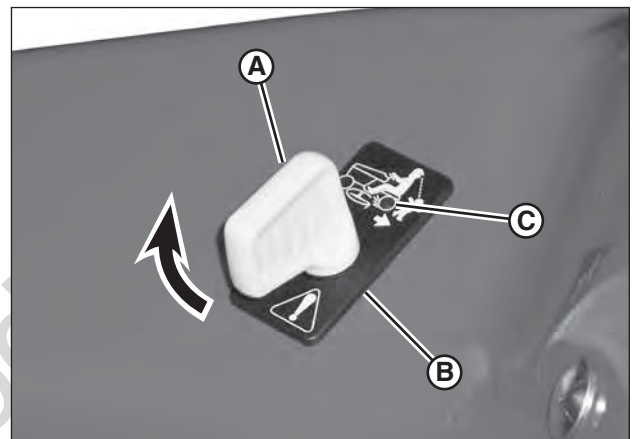

Figure 18: Commutateur de tonte en marche arrière
2. Insérer la clé fournie (A, Figure 18) dans l'interrupteur OTMA (B) et tourner la clé pour activer la fonction OTMA. Le voyant (C) indique que la fonction OTMA est maintenant activée.